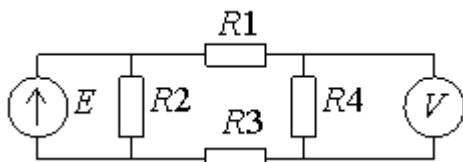

Рис. 1
36. Выразите абсолютную погрешность взаимодействия для представленной ниже схемы (рис. 1) через сопротивления резисторов R_1 , R_2 , R_3 , R_4 , показание вольтметра U и его входное сопротивление R_V .